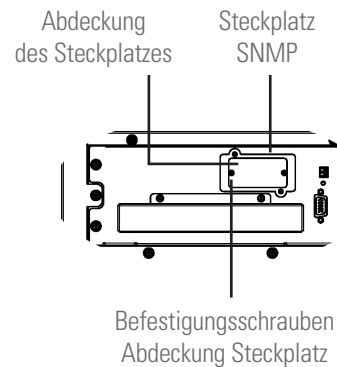

Abb. 65. Steckplatz für SNMP im Baugruppenträger mit 6 Steckplätzen für Leistungsmodule.
- In den Baugruppenträgern mit 6 Steckplätzen ist das Leistungsmodul an der Geräterückseite angebracht, siehe Abb. 65.